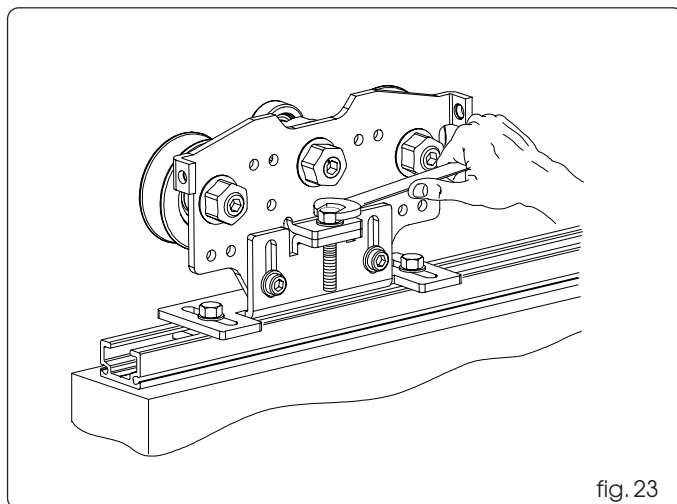

fig. 23
- Agir sur la vis (fig. 23) en sens horaire pour soulever les vantaux ou bien en sens inverse horaire pour abaisser les vantaux.